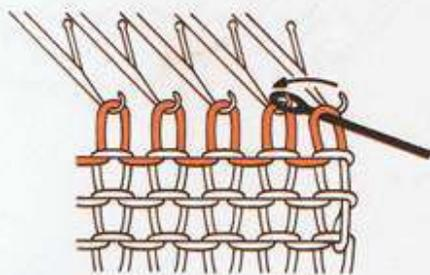

Fig. 48
- La diminution est terminée (fig. 48).